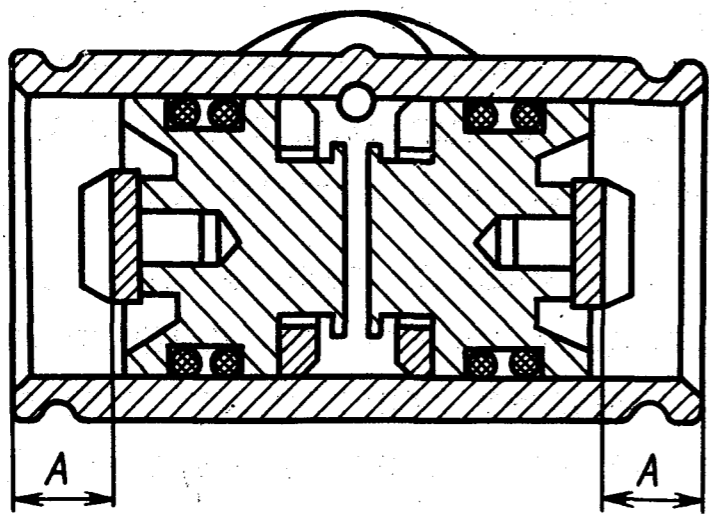

Рис. 189. Положение упорных колец в цилиндре:
2. Проверить расположение прорези упорного кольца 9 (см. рис. 180) автоматической регулировки, которая должна быть в вертикальной плоскости. Глубина установки упорного кольца в колесном цилиндре должна соответствовать рис. 189.